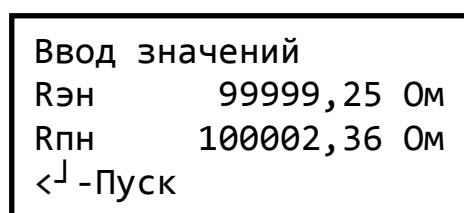

Рисунок 8 – Режим ожидания
2.4.3 Через несколько секунд на индикаторе должен появиться экран режима ожидания (рисунок 8).
2.8.6 Нажатие клавиши «Ввод» (↵) применяет введённое значение. Введённое значение запоминается в энергонезависимой памяти. После нажатия пользователь попадает в экран режима ожидания (рисунок 8).
2.8.7 Нажатие клавиши «esc» (⇐) отменяет введённое значение. После нажатия пользователь попадает в экран режима ожидания (рисунок 8).